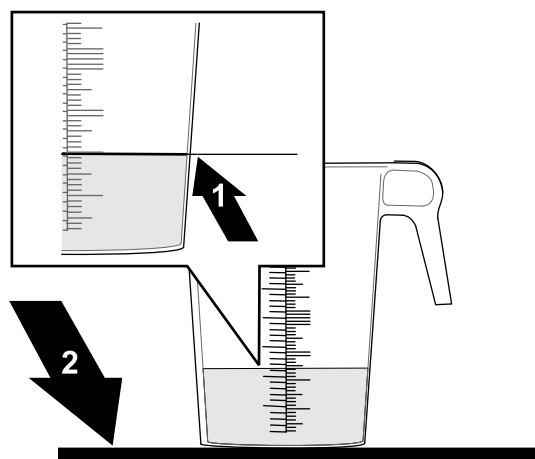

Figure 172
1. Placez le récipient gradué sur une surface plane et horizontale, attendez que le liquide se stabilise, puis notez le volume de liquide (Figure 172).